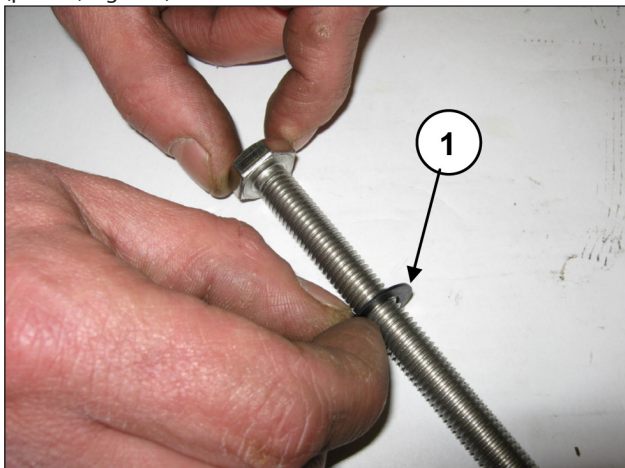

Fig. 156
Inserire la rosetta $\varnothing 10 \times 18 \times 0.9$ nella vite fissaggio pistone (pos. ①, Fig. 156).